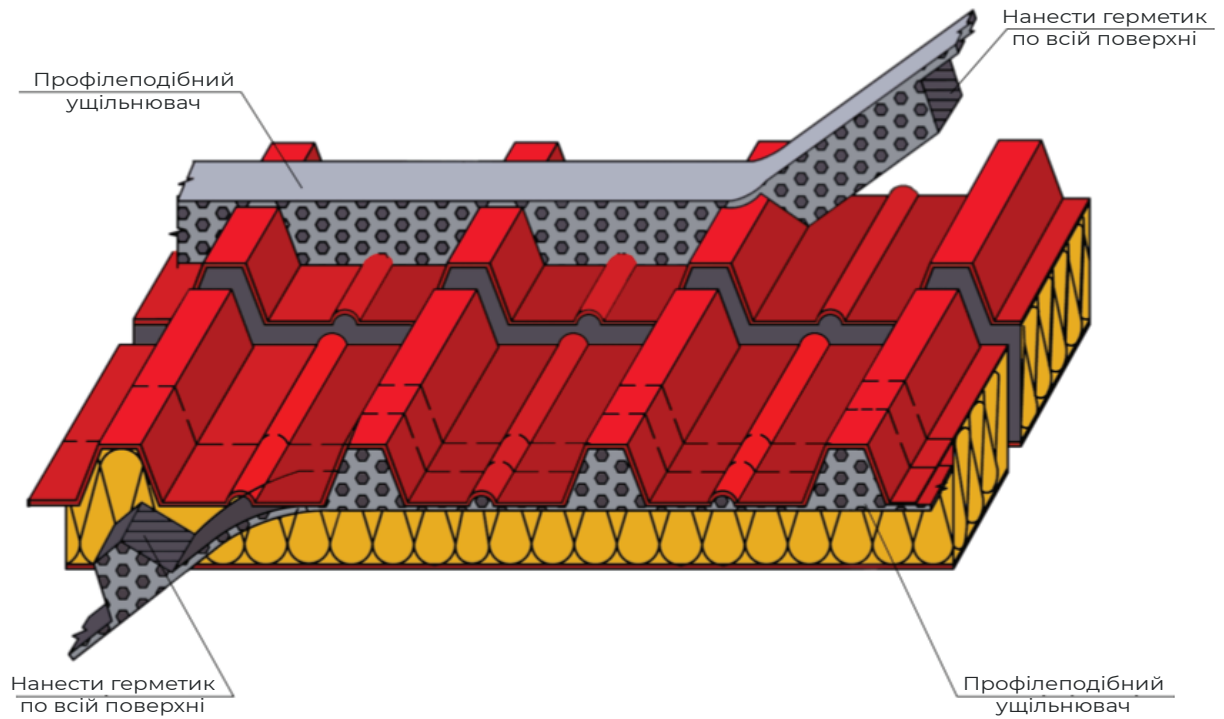

Рисунок 12. Оформлення вузлів звису покрівлі та коника
- 11.** При оформленні вузлів звису покрівлі та конька, для запобігання попаданню вологи в шар мінераловатного утеплювача та простір під покрівлю, під фасонні елементи ставляться профільні ущільнювачі зі спіненого поліетилену, що має закриту комірчасту структуру. Ущільнювачі приклеюються до металевого профільного облицювання (рисунок 12).